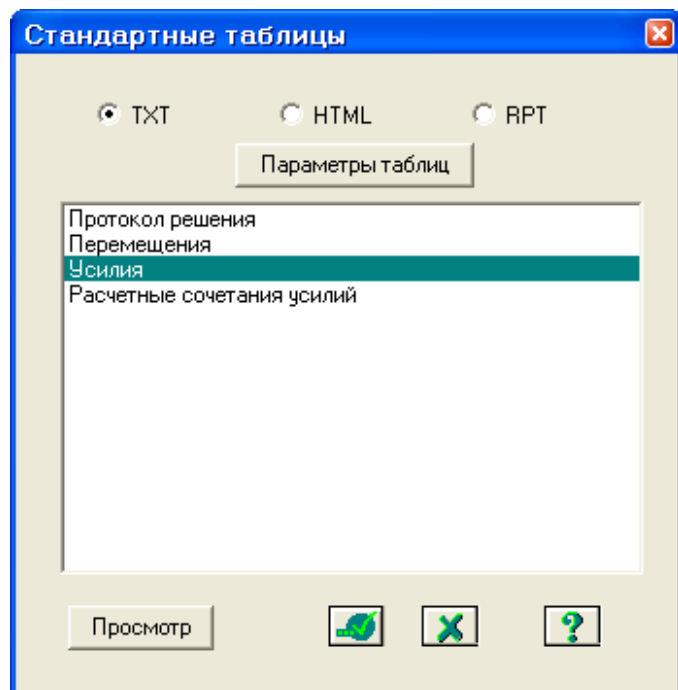

Рис.11.18. Диалоговое окно **Стандартные таблицы**
- После этого в диалоговом окне **Стандартные таблицы** (рис.11.18) выделите строку **Усилия**.